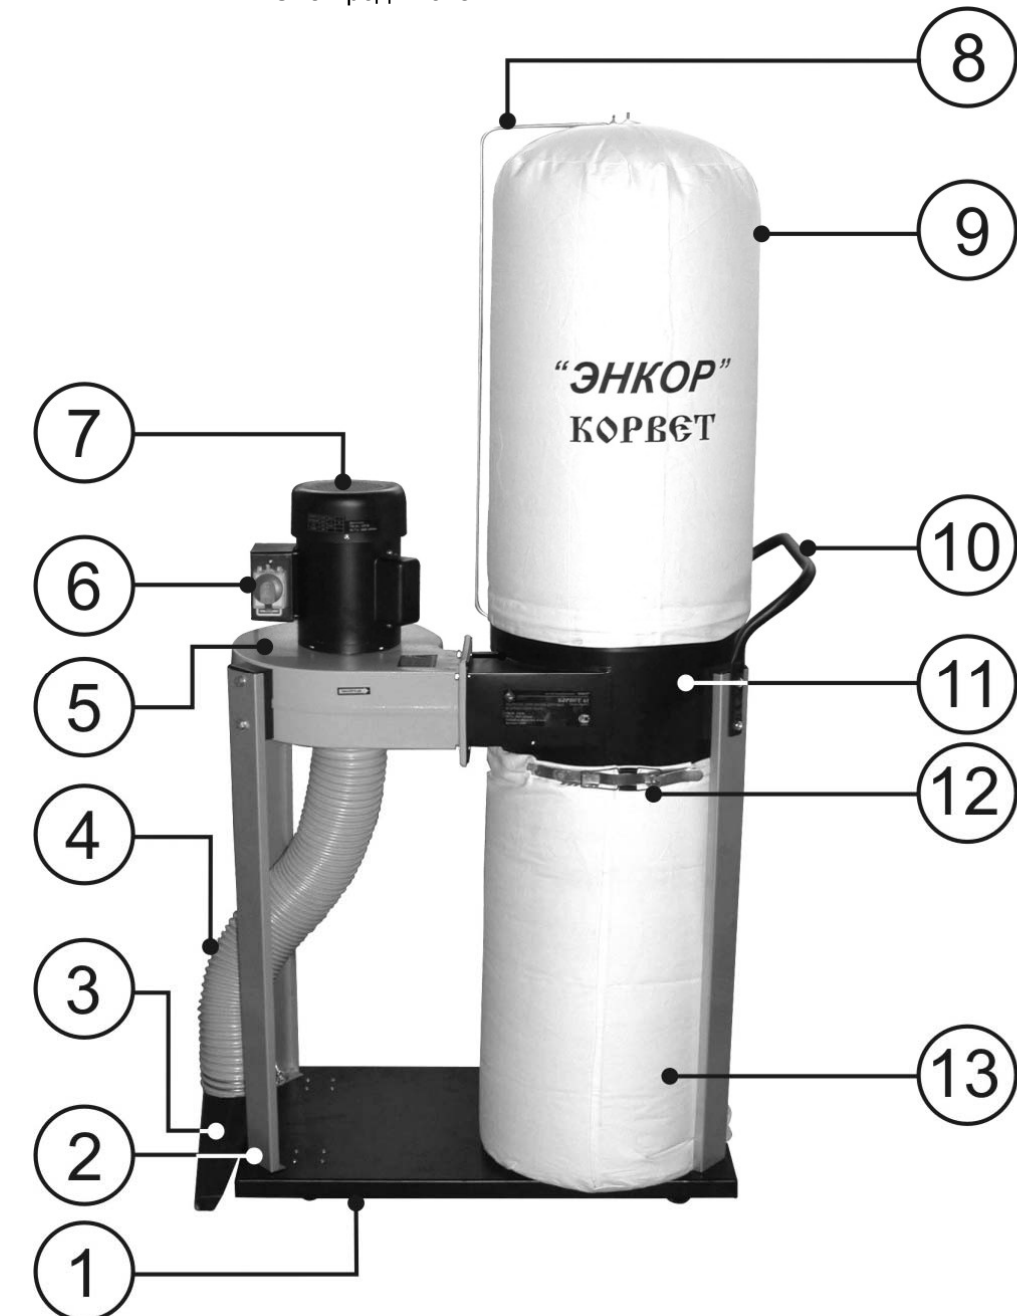
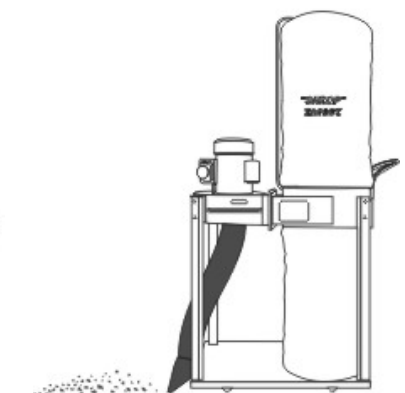

Рис.1
Рис.11
11.2. При соединении шланга (4) с патрубком раструба (3), закрепленного на основании (1), Рис.1, пылесосом можно убирать стружку и древесную пыль с пола, перемещая пылесос по его поверхности, Рис.11.